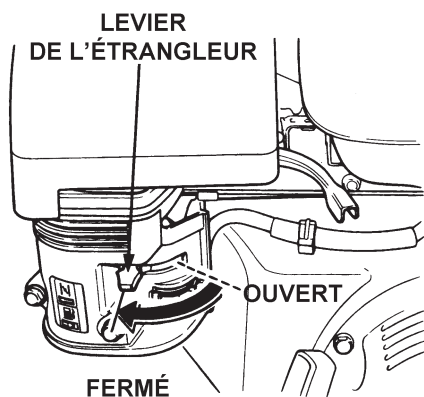

Figure 24. Levier de l'étrangleur du moteur
- Placez le **levier de l'étrangleur** (Figure 24) sur position **CLOSED** (Ouvvert).
- Si le moteur a démarré, remettez lentement le levier de l'étrangleur (Figure 24) sur position **OUVERTE**. Si le moteur n'a pas démarré, reprenez les étapes 1 à 5.